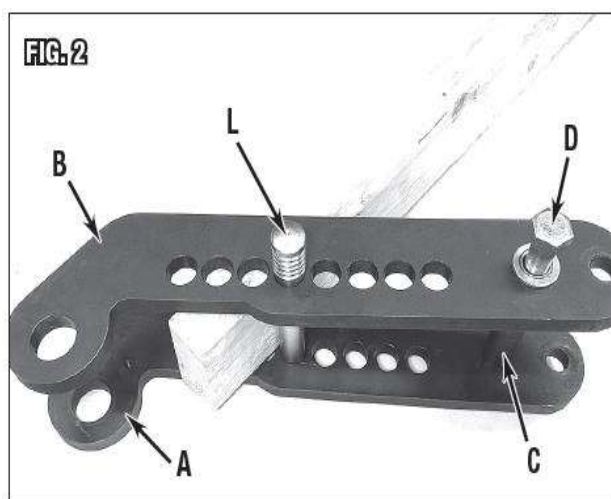

Рис. 2
3. Приготовить два комплекта болт 18 мм/шайба/распорная втулка/гайка. Поместить две распорные втулки (С) Ø1" x 4" [Ø26x102 мм] между нижней и верхней пластинами рамы (Рис. 2).
4. Вставить болт (D) М18х120 мм с 18мм с шайбой (Е) в отверстие 19 мм в верхнюю пластину рамы, распорную втулку и нижнюю пластину рамы. Поместить шайбу (Е) 18 мм между болтом и гайкой М18 (F), затянуть гайку руками. Установить второй болт аналогично (Рис. 2).